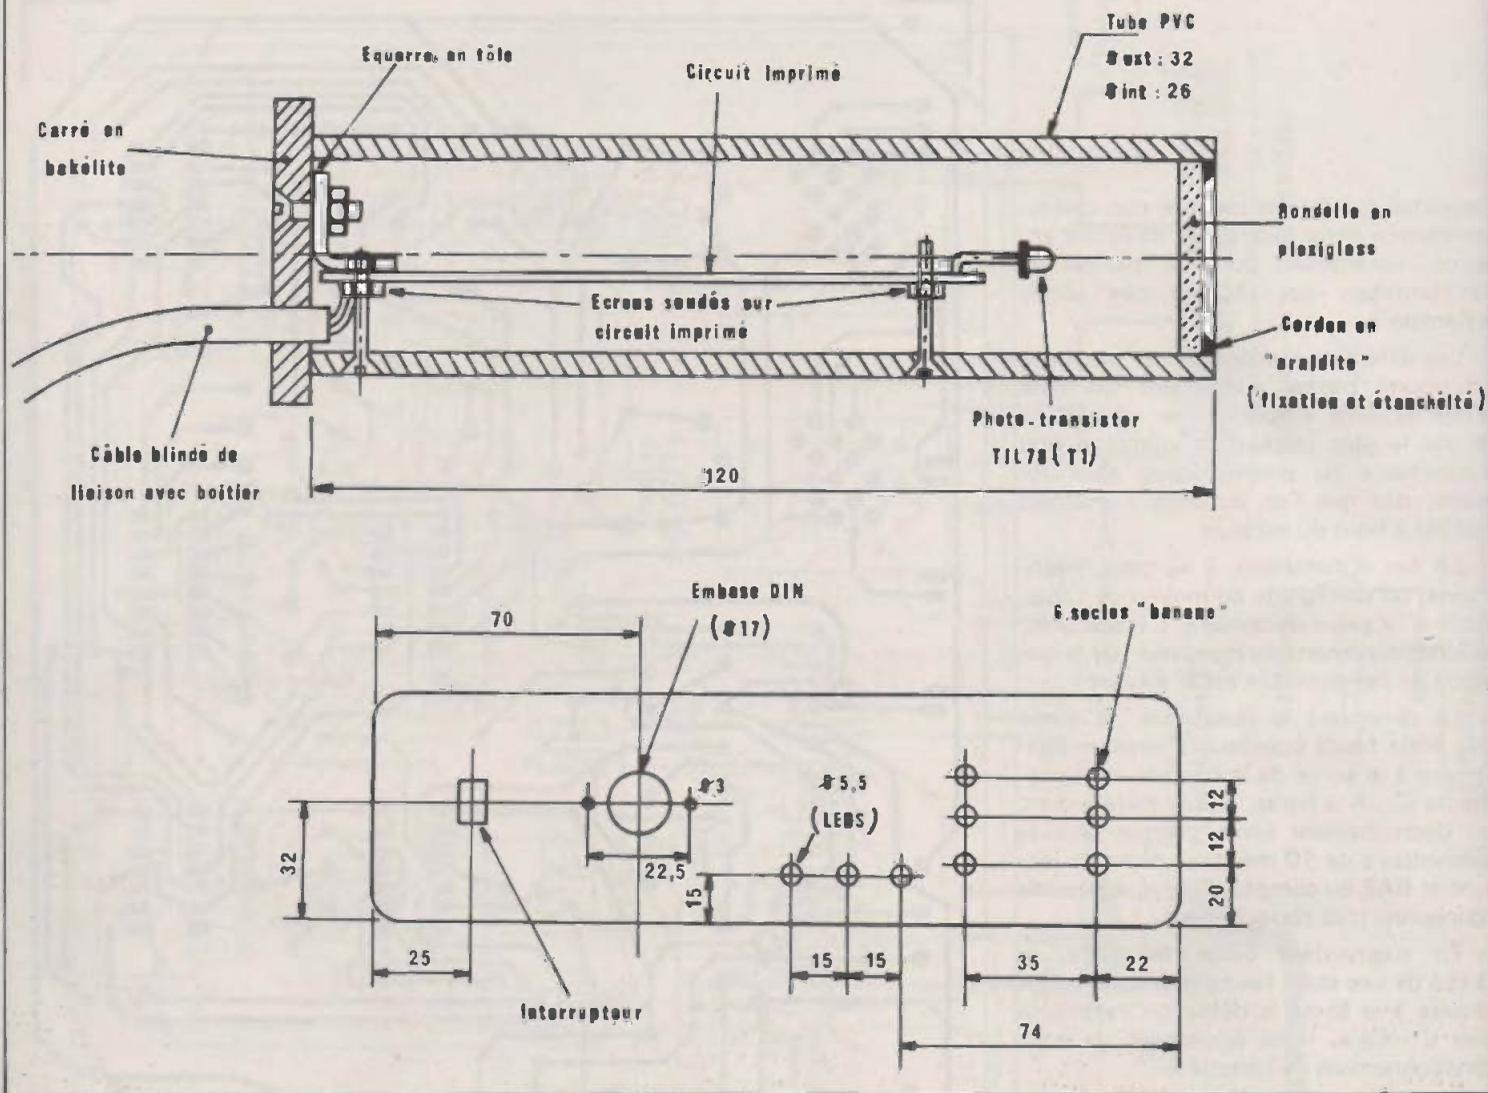

Fig. 8. et 9. – Exemple de réalisation de la sonde amplificatrice. Plan de perçage de la face avant du boîtier.
**c) Confection de la sonde amplificatrice (fig. 8)**
La figure 8 est un exemple de réalisation possible. Un tel montage peut être intéressant étant donné qu'une sonde de forme tubulaire se loge assez facilement dans un endroit convenable. La rondelle de plexiglas collée à l'araldite, confère à l'ensemble une bonne étanchéité à l'eau de pluie et à l'humidité.